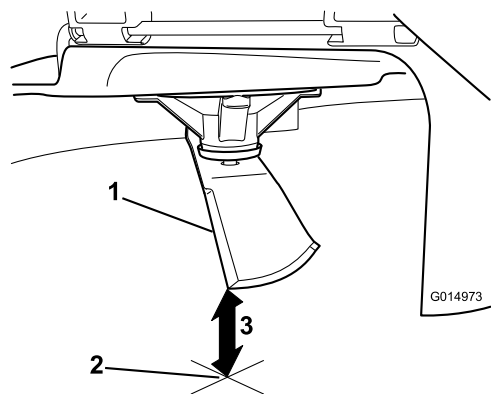

Figura 71
3. Meça da ponta da lâmina até à superfície plana (Figura 71).